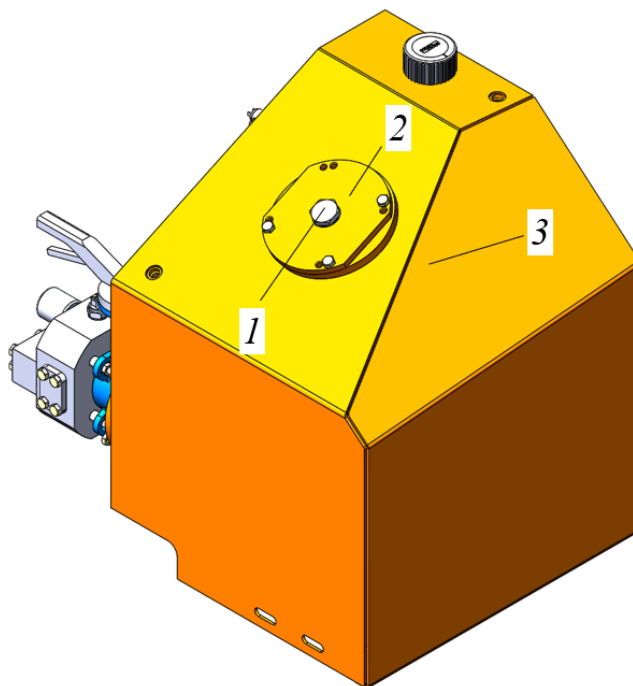

Рисунок 3.97. Гидравлический бак
- ▶ Отвернуть пробку 1 на крышке фильтра сливной линии 2, предварительно очистив рабочую зону и область рядом с крышкой от загрязнений рис. 3.97.
- ▶ Навернуть пробку 1 на крышке фильтра 2, рис. 3.97.